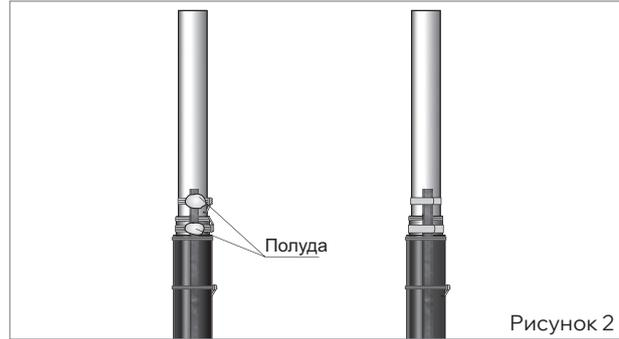

Рисунок 2
- произвести лужение бронелент и металлической оболочки (полуда на рис. 2);